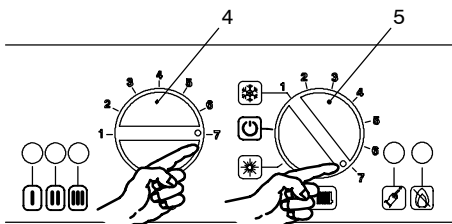

fig. 7.5
- 2 Ruotare il selettore 5 come in fig. 7.5
17 Ruotare il selettore 5 come in fig. 7.5